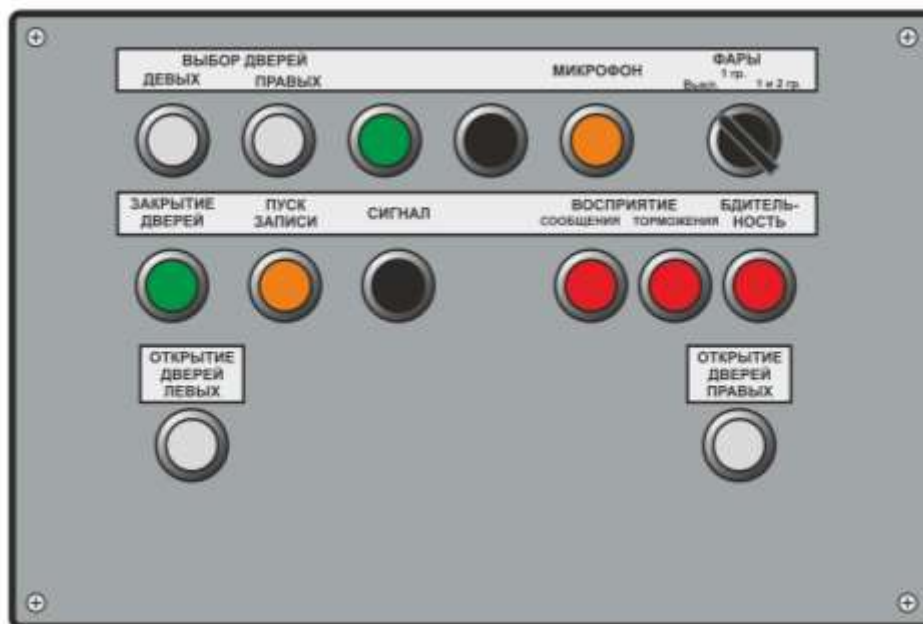

Рис.52 Панель кнопок центральная
**Панель кнопок центральная** (Рис.52) предназначена для основного управления составом: